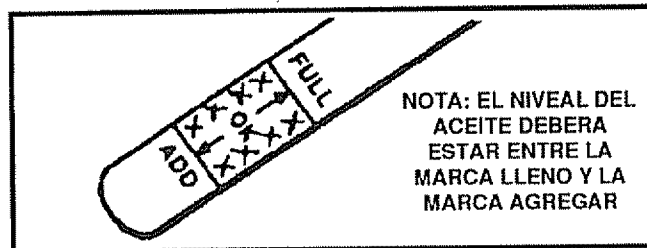

FIG. 19
Revise el nivel de aceite de la caja del cigüeñal (Véase Fig. 19) antes de arrancar el motor y después de cada cinco (5) horas de uso continuo. Agregue aceite de motor S A E. 5W-30 de acuerdo con lo que se requiera. Apriete la tapadera/varilla de medición del aceite en forma segura cada vez que revise el nivel del aceite.